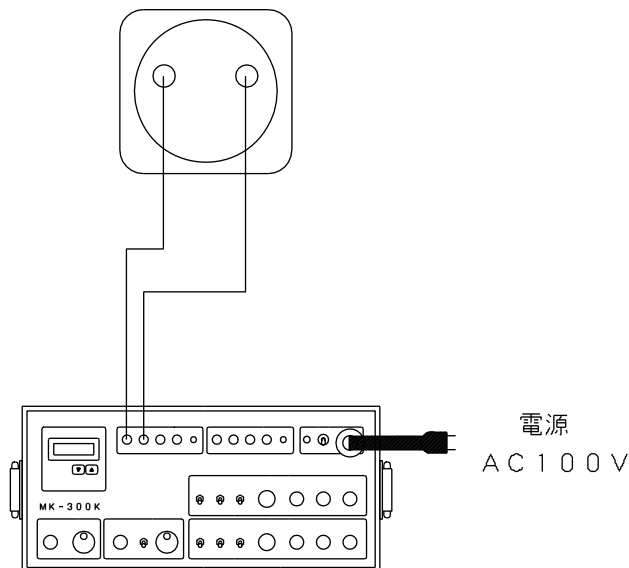

図1：電圧計の校正接続図
- 2) 試験回路を構成します。(図1, 2, 3, 4, 5, 6, 7, 8参照)
- 2) 図1を参考に本装置と計器を接続して下さい。